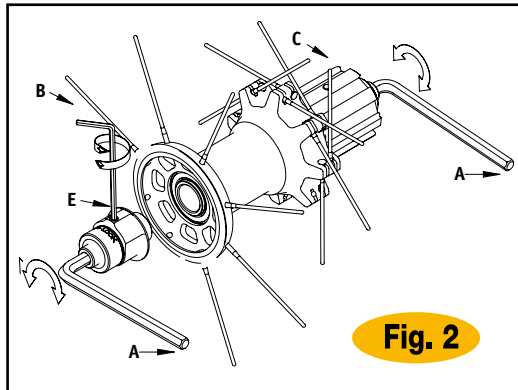
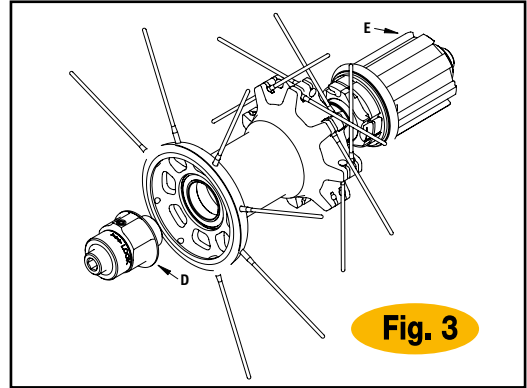

Fig. 2
Fig. 3
- Une fois extrait l'axe du moyeu arrière (Fig.2), le corps de roue libre (C) reste attaché avec ses cliquets (Fig.3).